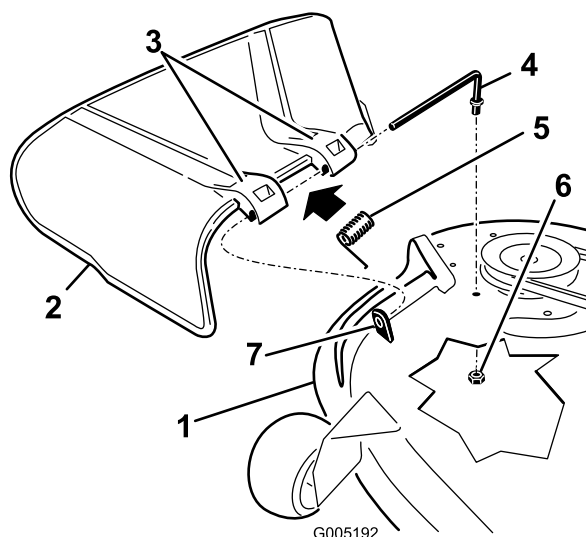

Figura 67
1. Remova a porca ($\frac{3}{8}$ pol.) da barra debaixo do cortador (Figura 67).
2. Deslize a barra para fora da parte saliente curta, da mola e do defletor de relva (Figura 67).
4. Substitua o defletor de relva (Figura 67).
7. Faça deslizar a barra pelo segundo suporte do defletor de relva (Figura 67).
9. Fixe a extremidade traseira da barra ao cortador com uma porca ($\frac{3}{8}$ pol.), como se mostra na Figura 67.